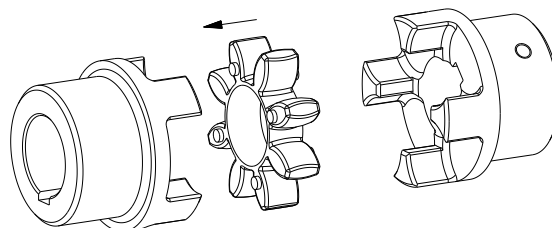

Bild 11: Montering av kuggkrans
- Sätt in kuggkransen i kampartiet på naven på driv- eller kraftuttagssidan (se bild 11).